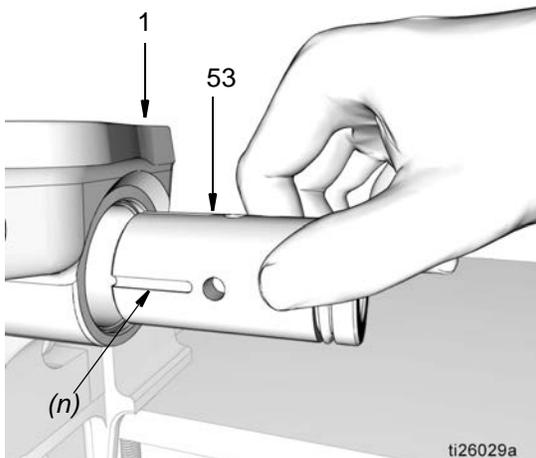

图 40
- c. 将泵元件衬套 (53) 安装在泵底座上 (1)。
- 如要确定安装的正确方向，请参考图 40。